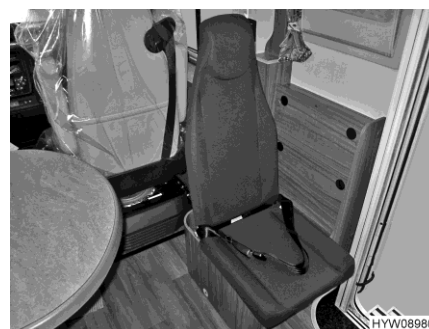

Fig. 25 Siège emboîtable (ouvert)
- Rabattre le siège vers le bas (Fig. 25).